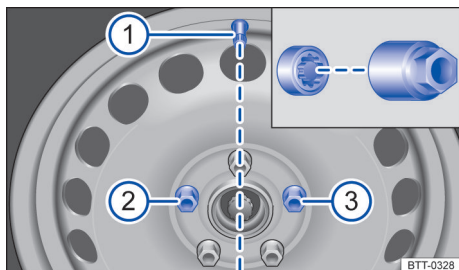

Fig. 242 Troca de roda: válvula do pneu 1 e locais de instalação do parafuso de roda antifurto 2 ou 3.
- Parafusar o parafuso da roda antifurto na posição → Fig. 242 ② ou ③.
- A calota integral da roda deve ser pressionada sobre o aro, de modo que o recorte da válvula se posicione sobre a válvula do pneu → Fig. 242 ①.
O parafuso de roda antifurto deve estar aparafusado em uma roda com calota integral na posição → Fig. 242 2 ou 3 em relação à posição da válvula do pneu 1. Do contrário, a calota integral não pode ser montada.
- Aparafusar o parafuso de roda antifurto com o adaptador na posição → Fig. 242 ② ou ③ no sentido horário e apertar *levemente*.